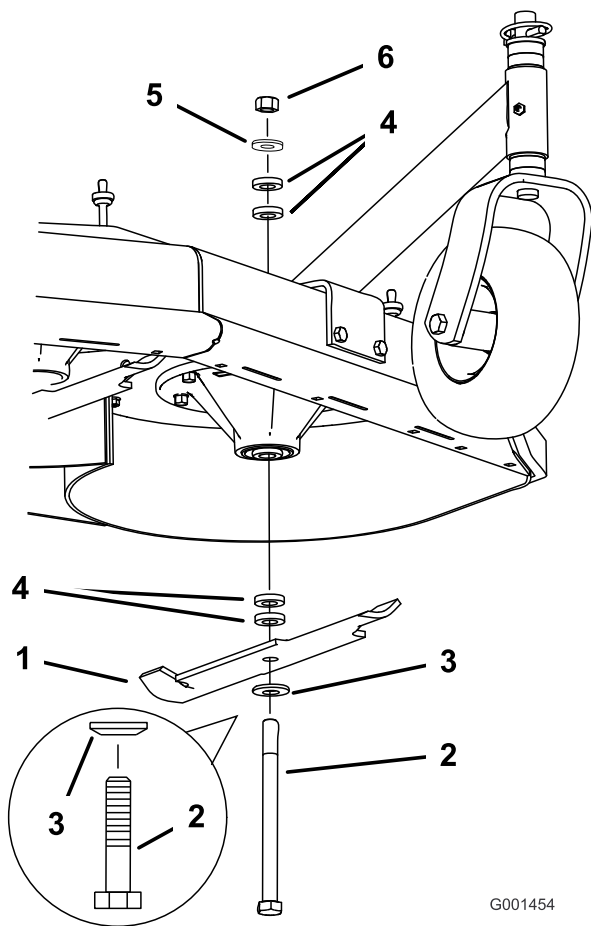

Figura 3
3. Sujete el perno de la cuchilla y retire la tuerca (Figura 3).
4. Retire el perno de la cuchilla del eje y cambie los espaciadores según sea necesario (Figura 3).
5. Instale el perno de la cuchilla, la arandela curva y los espaciadores adicionales, y sujete todo con una arandela fina y una tuerca (Figura 3).